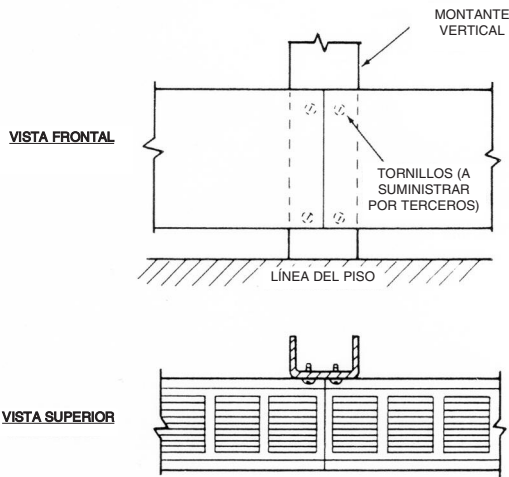

Figura 7
- Sujete el gabinete al montante por medio de los agujeros de montaje provistos en las cajas de conexiones, como se muestra en la Figura 7.